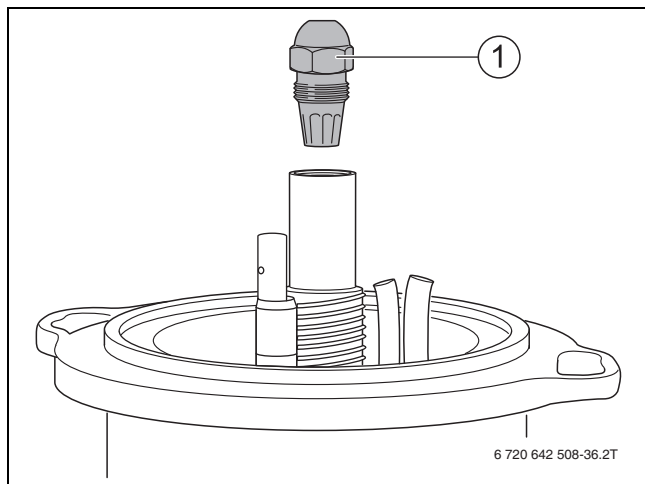

Fig. 64 Desserrer le gicleur
- ▶ Dévisser le gicleur (→ fig. 64, page 45).